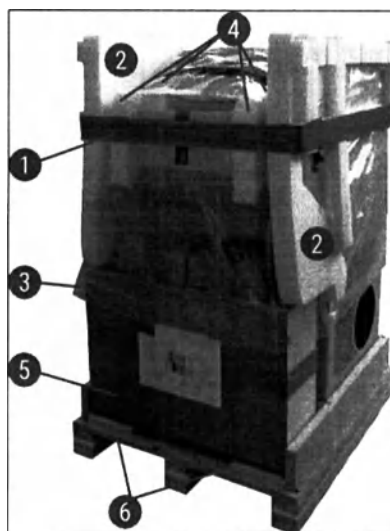
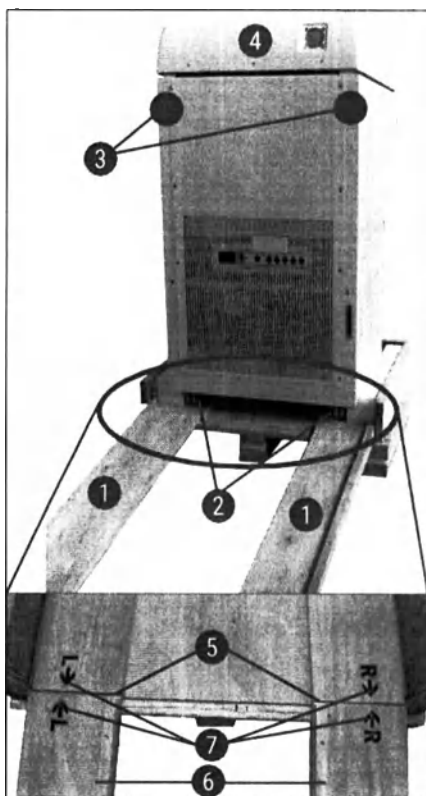

Рис. 5
Рис. 7
- Снимите рампу (→ "Рис. 5-6") на передней стороне палеты (→ "Рис. 5") и правильно присоедините ее с задней стороны (→ "Рис. 7").